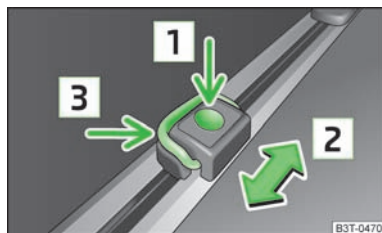

Fig. 78
- Appuyez sur la touche [1] » fig. 78 et faites coulisser en même temps l'oeillet d'arrimage dans la position souhaitée dans le sens de la flèche [2].
- Rabattez l'étrier [3] » fig. 78 vers le haut et montez par ex. le filet de fixation.